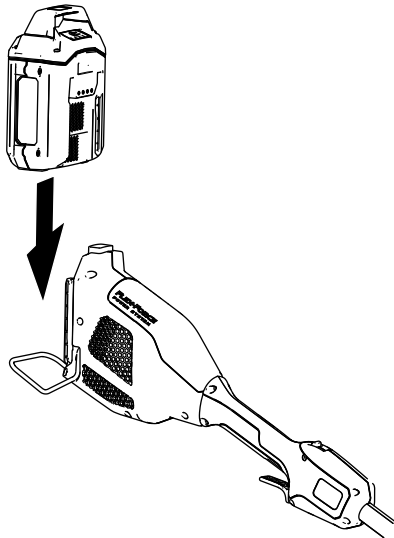

Figure 9
2. Alignez le creux de la batterie sur la languette du corps de la poignée (Figure 9).